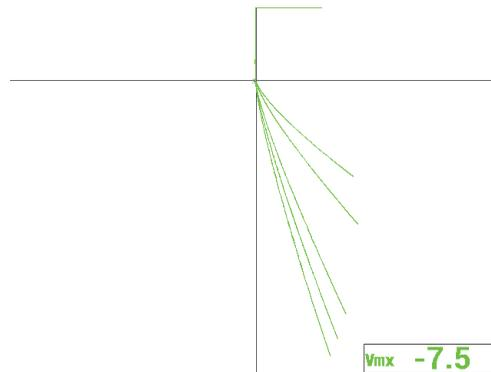

Figura 5-77 Efectos de la conductividad y permeabilidad magnética
- Pulse la tecla FULL NEXT () para cambiar al modo de pantalla completa. A continuación, coloque la sonda en cada muestra para visualizar el efecto de la conductividad y permeabilidad magnética sobre el plano de impedancia. Vea la Figura 5-77 en la página 200.